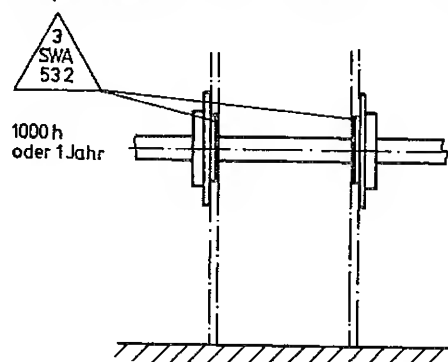

Bild 13 Schmierstellen an der Exzenterwelle
- Vorderes und hinteres Kugellager für Exzenterwelle (Bild 13).